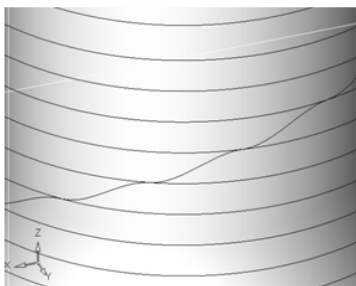

图 2-91 沿面加工
- **〔沿面加工〕**: 刀具从当前层运动到下一层时, 其间始终接触曲面, 即沿着曲面进入下一层, 如图 2-91 所示。